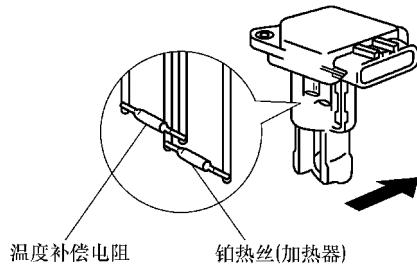

图 5-31 热线式空气流量传感器的结构
(1) 结构 热线式空气流量传感器的结构如图 5-31 所示，它主要由空气流量铂热丝、进气温度进行修正的温度补偿电阻、控制热线电流的功率晶体管以及壳体等构成。